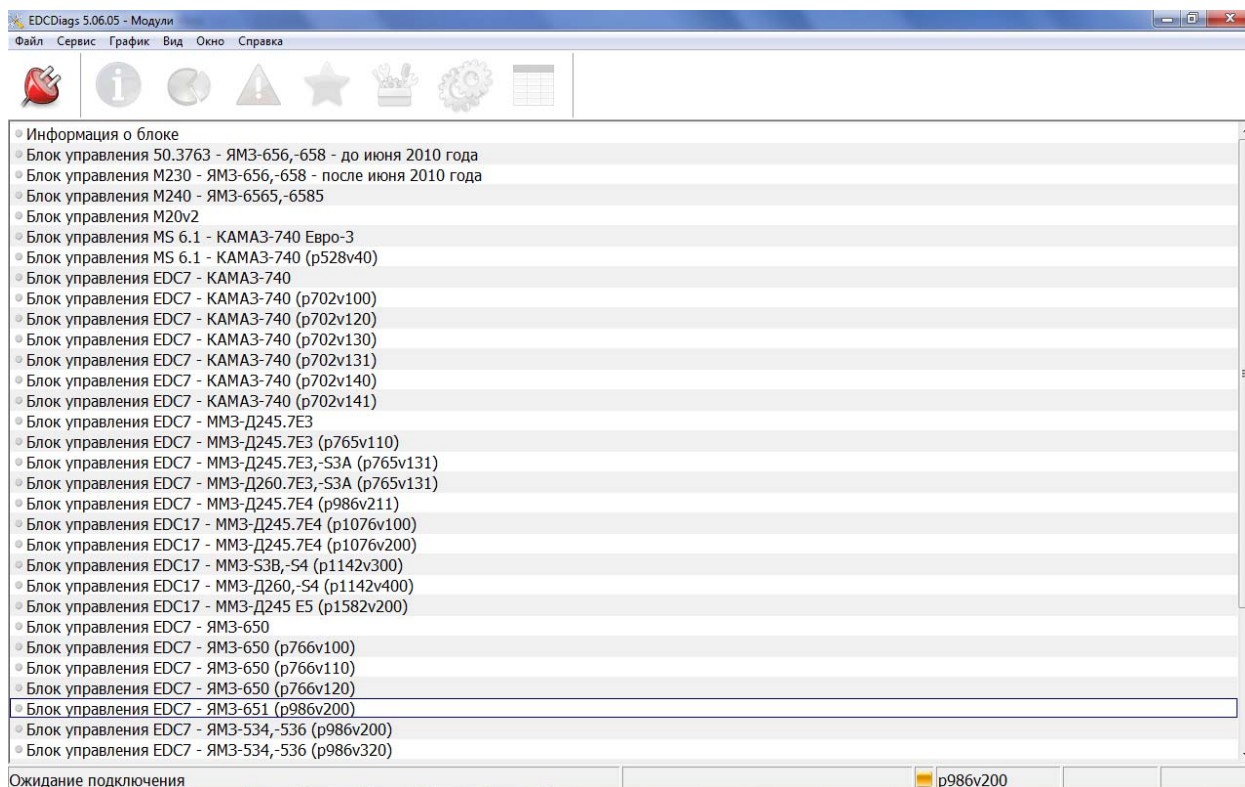

Рис. 3.4.
3.3.1. Открыть программу EDCDiags (Рис. 3.4.), после чего выбрать в списке модель блока управления, и нажать кнопку «Подключить»  (для распознавания блока можно выбрать «Информация о блоке», подключиться и нажать кнопку «Обновить» ).